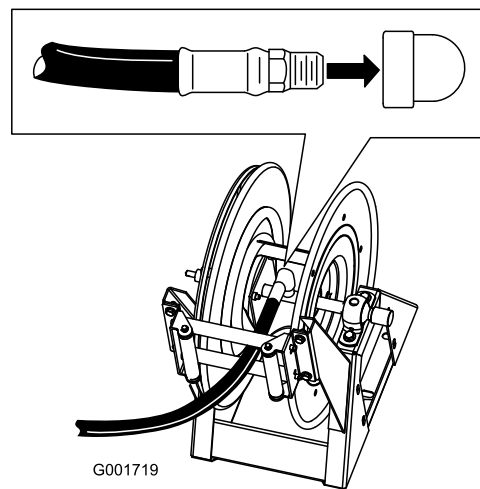

図 17
1. ホース(長)のフィッティングのネジ部にテフロンテープを巻き、フィッティングをリールの接続チューブに差し込む(図 17)。